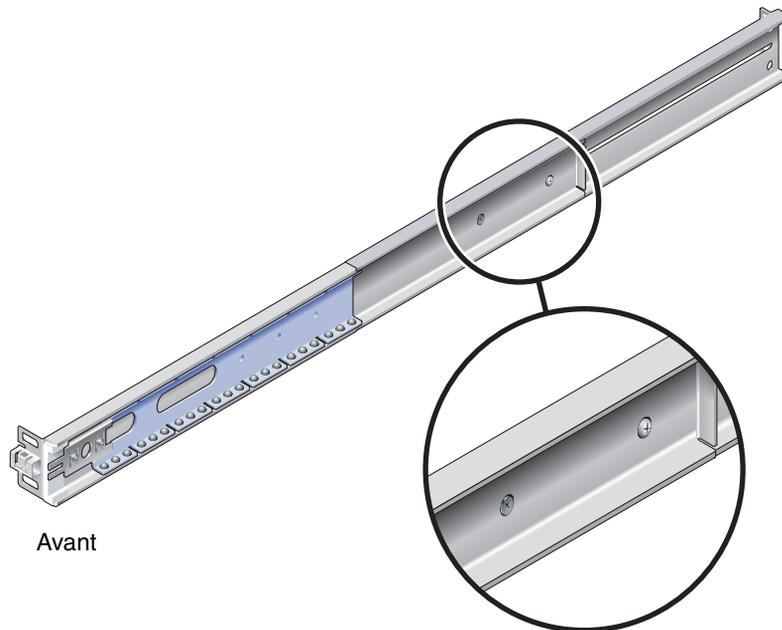

FIGURE 2-4 Vis imperdables du rail coulissant
3. Dévissez les deux vis imperdables (voir FIGURE 2-4) d'environ un quart de tour sur chaque rail coulissant.
- b. Réglez la longueur du rail coulissant en faisant glisser la partie arrière de manière à atteindre le bord extérieur du montant arrière du rack, puis serrez les vis imperdables (voir FIGURE 2-4) pour bloquer la longueur du rail.